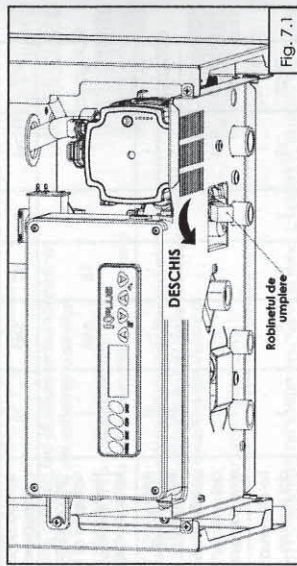

Fig. 7.1
- si apre il rubinetto di riempimento (fig. 7.1) della caldaia e quelli dell'installazione di termoficazione/acqua liquame;